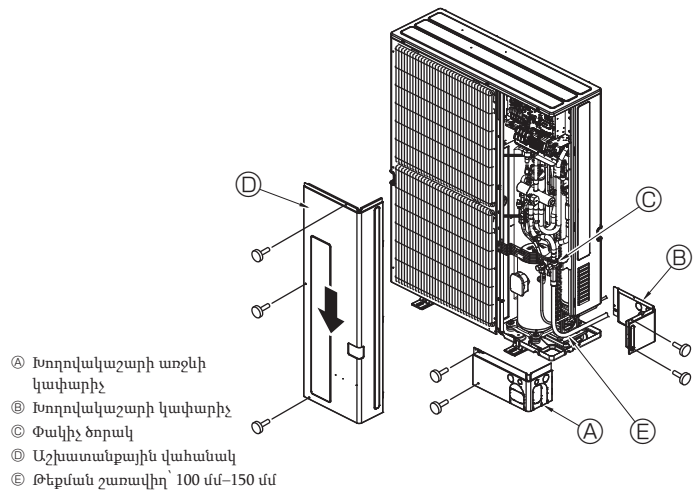

Fig. 4-8
4.5. Սառնագենտի խողովակների անցկացում (Fig. 4-8)